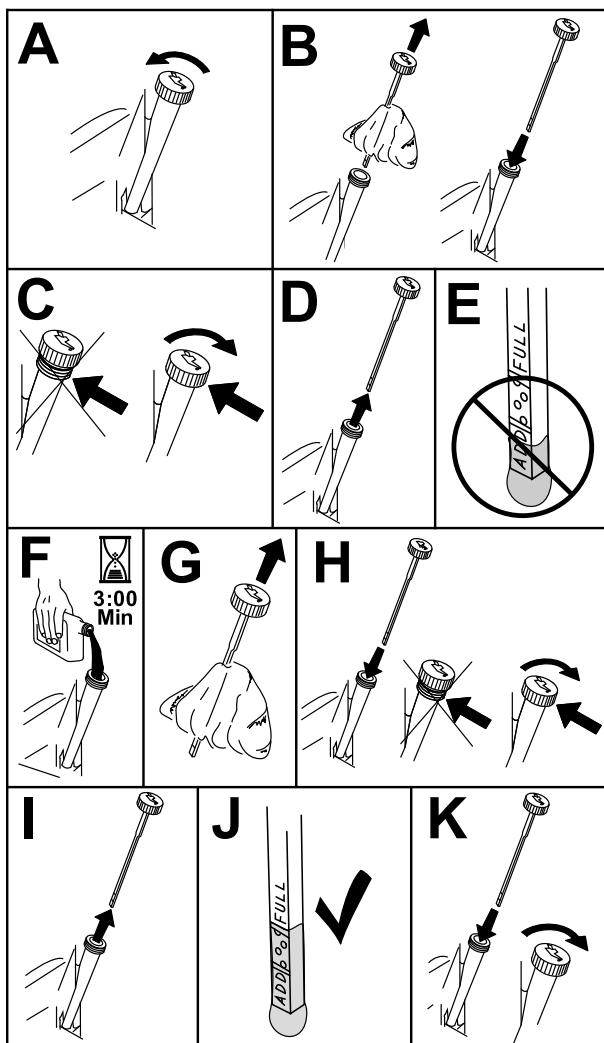

Рисунок 42
3. Чтобы не допустить попадание грязи, скошенной травы и т.п. в двигатель, очистите поверхность вокруг крышки маслозаливной горловины и масломерного щупа, прежде чем снимать их (**Рисунок 42**).